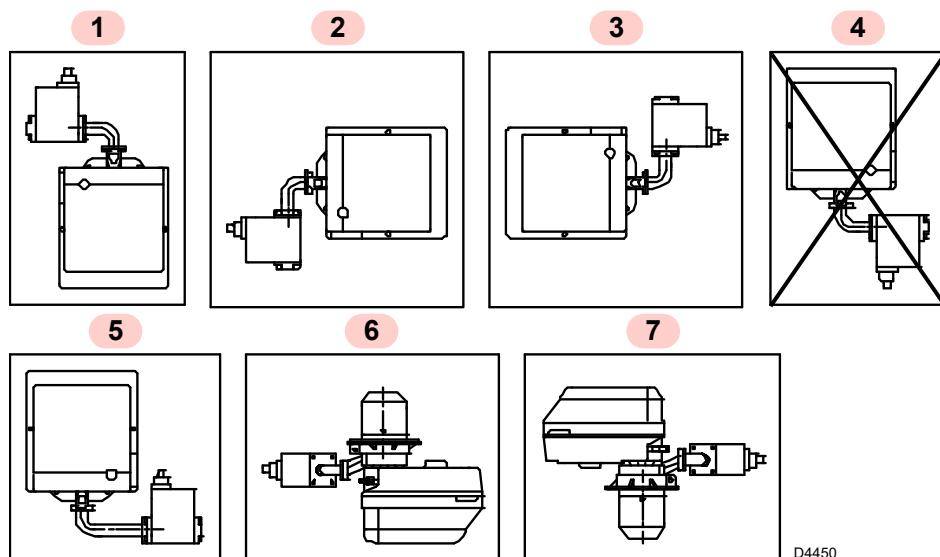

Abb. 7
- Der Brenner ist ausschließlich für den Betrieb in den Positionen **1, 2, 3, 5, 6** und **7** (Abb. 7) vorgerüstet.